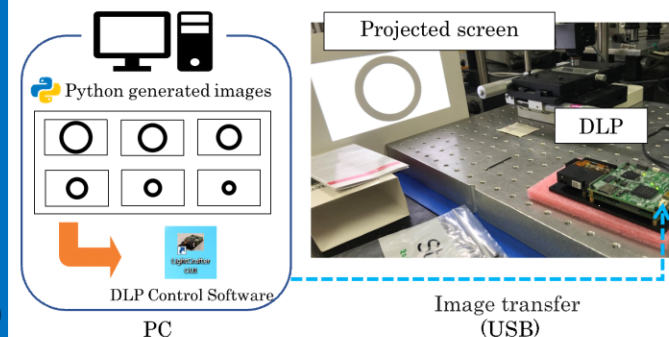

図2 照射像生成の自動化
- プログラム生成による時間短縮化(手作業から自動化へ、図2)